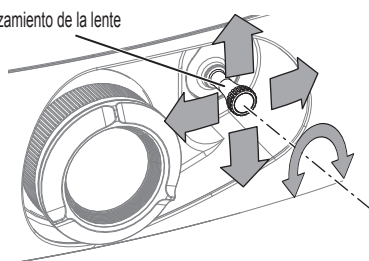

Figura 1
- 3) **Ajuste el desplazamiento de la lente. (Figura 1)**